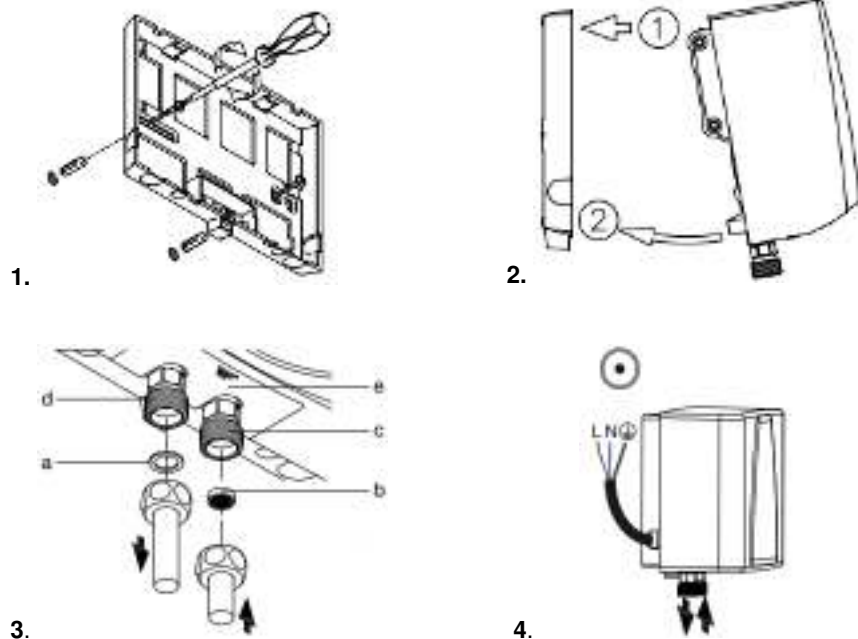

Рисунок 3. Установка над раковиной
**Установка модели THERMEX Balance 4500 и THERMEX Balance 6000 над раковиной осуществляется в соответствии с Рис.3:**